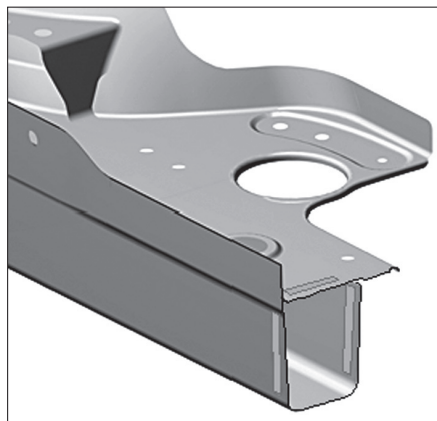

FIG. 5
- Retirer les morceaux de tôle restants (Fig.5).